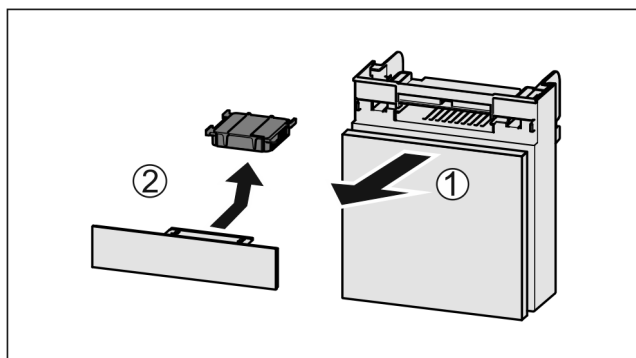

Fig. 99
- ▶ Вытянуть Fig. 99 (1) отделение движением вперед.
- ▶ Извлечение Fig. 99 (2) фильтра с активированным углем.